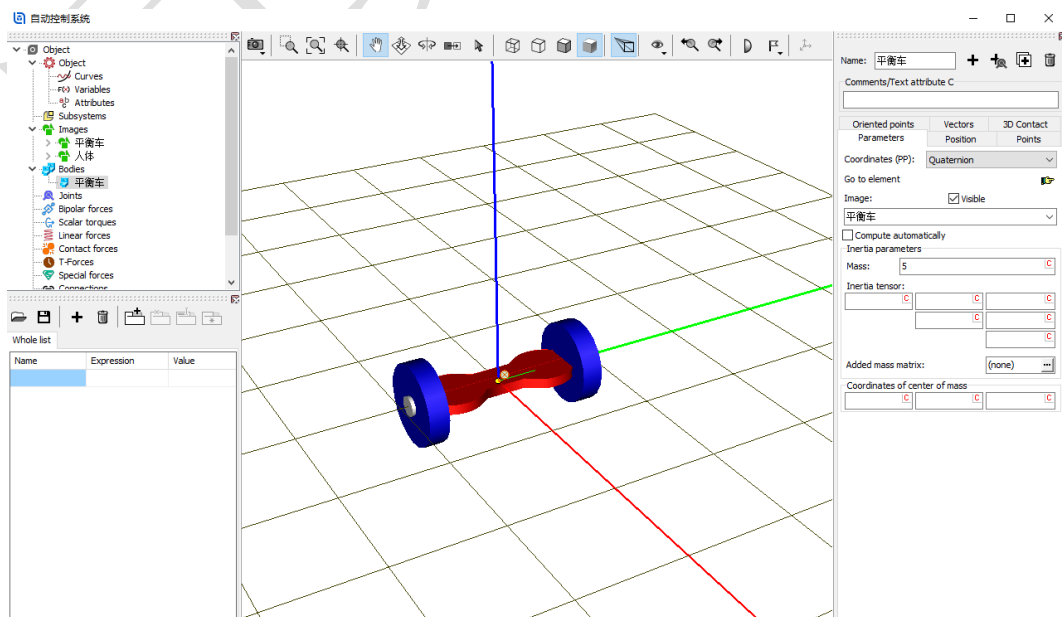

图 2-132
- 3) 创建第一个刚体，命名为**平衡车**，从 **Image** 下拉菜单选择几何**平衡车**，设置质量为**5**，如图 2-132。